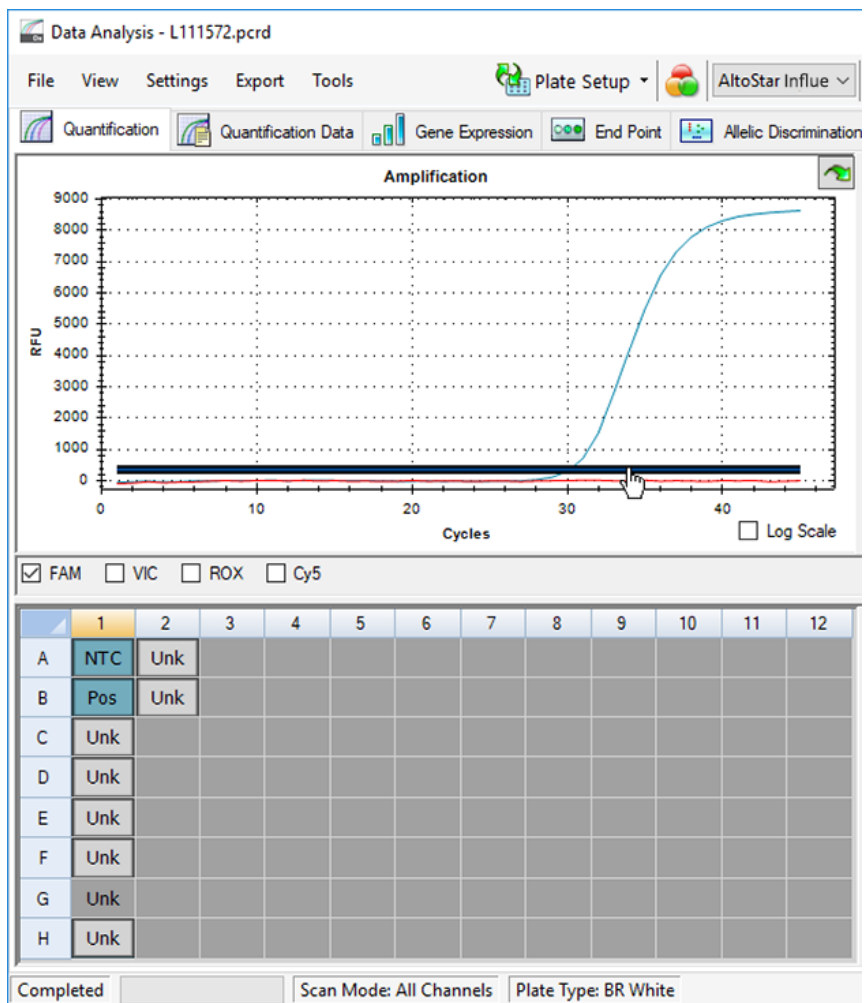

Figura 10: Finestra Data Analysis (Analisi dei dati): impostazione della soglia FAM™
5. Sul lato sinistro della finestra Data Analysis (Analisi dei dati) togliere il segno di spunta dalla casella di controllo **VIC** e spuntare solo la casella di controllo **FAM** per il canale di rilevamento del target influenzavirus A (vedere figura 10).
6. Selezionare solo i pozzetti contenenti NTC e PC nella vista piastra della finestra Data Analysis (Analisi dei dati) (vedere figura 10).
7. Trascinare la soglia pozzetto sopra al segnale dell'NTC nell'area esponenziale del segnale PC (vedere figura 10).